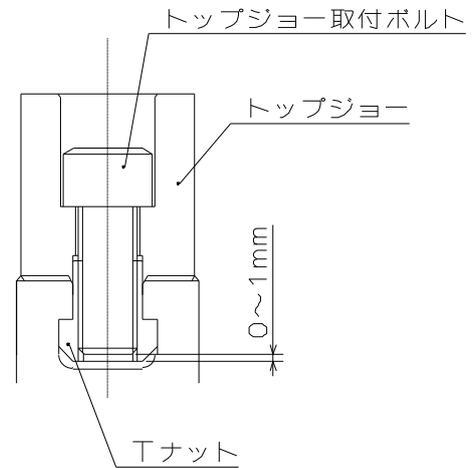

図 11
- ジョー取付ボルトの T ナットに対するねじ込み深さが浅いと、T ナットが破損し、ジョーや工作物が飛散して危険。取付ボルトが長すぎて T ナット底面から突き出ている場合も、トップジョーが固定されないため、ジョーや工作物が飛散して危険。従って、ジョー取付ボルトの全長は T ナットの底面より 0~-1mm 程度とすること。(図 11 参照)